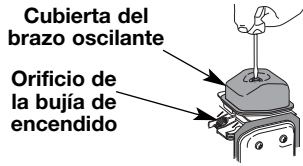

Fig. 35
7. Limpie la suciedad de alrededor de la cubierta del brazo oscilante. Saque el tornillo que sostiene la cubierta del brazo oscilante con un destornillador grande de vástago plano o con una broca Torx T-25 (Fig. 35). Saque la cubierta y la junta del brazo oscilante.